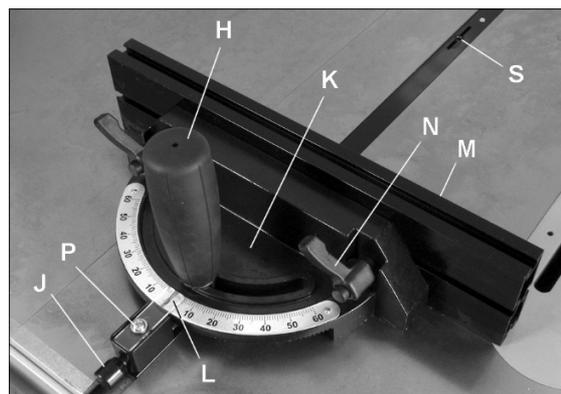

Рис. 8-2
См. Рис. 8-2 и 8-3.
2. Ослабьте запорную рукоятку (H, Рис. 8-2), повернув ее против часовой стрелки.
3. Потяните подпружиненную ручку (J) и поворачивайте ее, пока корпус (K) приспособления не встанет под нужным углом (руководствуйтесь шкалой).
4. Затяните запорную рукоятку (H).
Положение углового упора (M, Рис. 8-2) можно отрегулировать, сдвинув его вправо или влево, либо его можно снять.
2. Выставьте приспособление перпендикулярно пильному диску (угол 0° по шкале). Для этого ослабьте запорную рукоятку (H, Рис. 8-2), затем потяните подпружиненную ручку (J) и поворачивайте корпус (K), пока не выставите нужный угол по шкале.
ПРИМЕЧАНИЕ: На штанге приспособления для распила под углом есть два паза с установочными винтами (S, Рис. 8-2). С помощью этих винтов устраняется люфт между штангой и пазом стола.